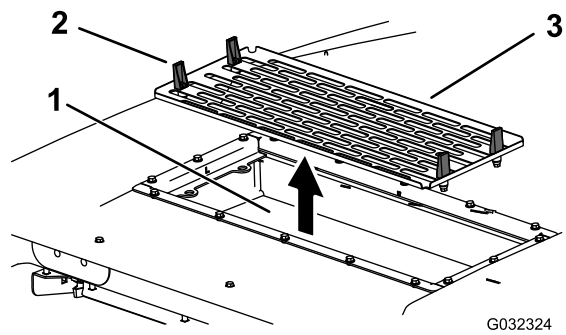

图59
7. 安装空气滤清器、滤网及风扇总成（图57、图59 和 图58）。
4. 打开空调总成上的 4 个门锁，取出滤网（图59）。